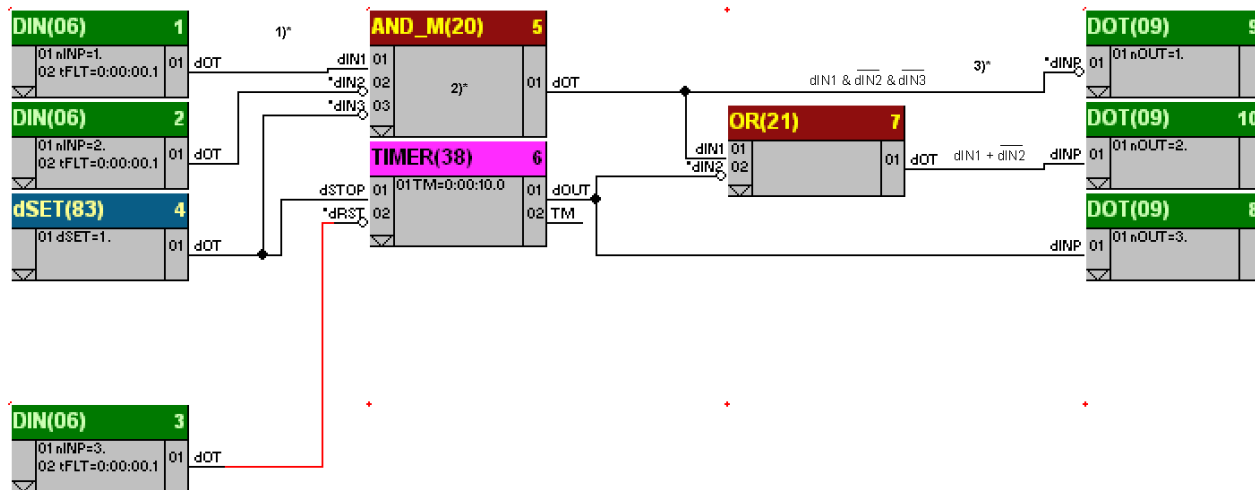

Рисунок 2.7 - Пример конфигурирования
Возможности конфигурирования не зависят от функционального блока и определяются следующими правилами (рис. 2.7):
На рис. 2.7 представлен пример конфигурирования.
На рис. 2.7 представлены различные примеры и варианты конфигурирования:
3) Выходной сигнал функционального блока многовходового И 5-MULTI_AND(20)-03 подается на 1-й дискретный выход контроллера, для чего на вход 01 блока дискретного выхода 9-DOT(09) подключен 01 выход блока многовходового И 5-MULTI_AND(20)-03. Сигнал на входе 01 функционального блока дискретного выхода 9-DOT(09) инвертируется.
4) На рис.2.7 показана инверсия входов следующих функциональных блоков: